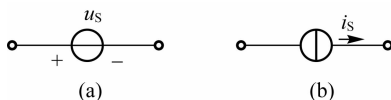

图 1-6 电源元件
(4)电源元件。输出恒定电压的用理想电压源表征,如图 1-6(a)所示。输出恒定电流的用理想电流源表征,如图 1-6(b)所示。